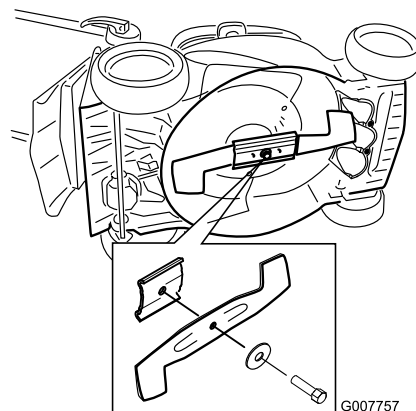

Bild 28
2. Kippen Sie den Rasenmäher seitlich (Luftfilter zeigt nach oben) (Bild 28).